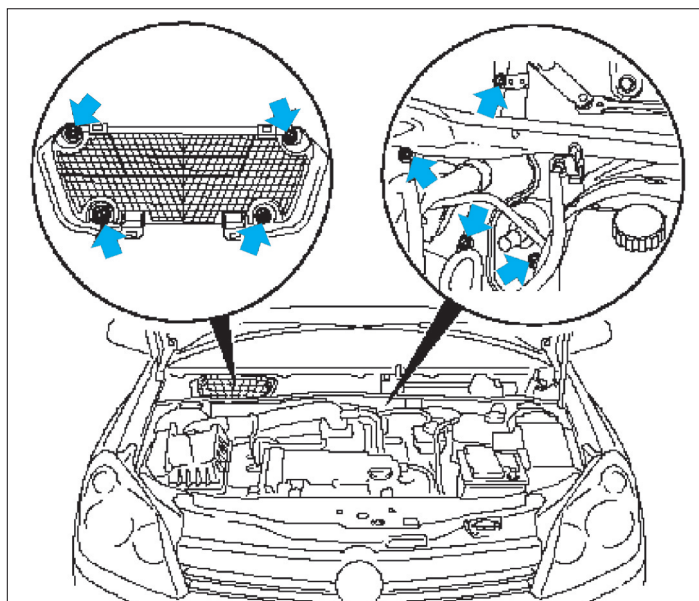

FIG. 20
- Pour les véhicules équipés de l'isolation de carter de chauffage, desserrer les 8 vis du boîtier de bloc de chauffage (fig. 20).